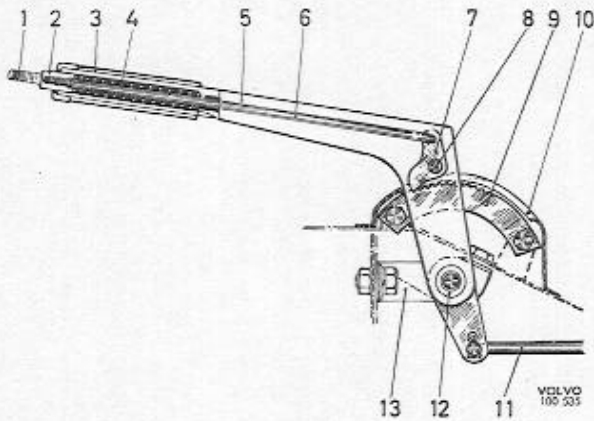

Abb. 112 Handbremshebel, 120
2. Splint entfernen und den Seilzug so strecken, daß sich die Zugstange (11, Abb. 112) vom Hebel an der Handbremswelle abhängen läßt. Konsole (13) ausbauen.
5. Senkschraube entfernen, danach Fingerbügel (1, Abb. 112) und Druckknopf (2) ausbauen. Feder (4) aus dem Stockgriff herausziehen. Niet (8) heraustreiben und die Druckstange (6) mit Sperrnocken (7) aus dem Stockhebel herausnehmen.
6. Neue Teile in umgekehrter Reihenfolge einbauen, vgl. Abb. 112. Den neuen Splint (8) fest vernieten, ohne daß dieser den Sperrnocken in seiner Beweglichkeit hindert. Lagerbuchsen der Handbremswelle leicht mit Universalfett einfetten. Zugstange vorschriftsmäßig versplinten und darauf achten, daß die Gummidichtung auf der Welle gut abdichtet.